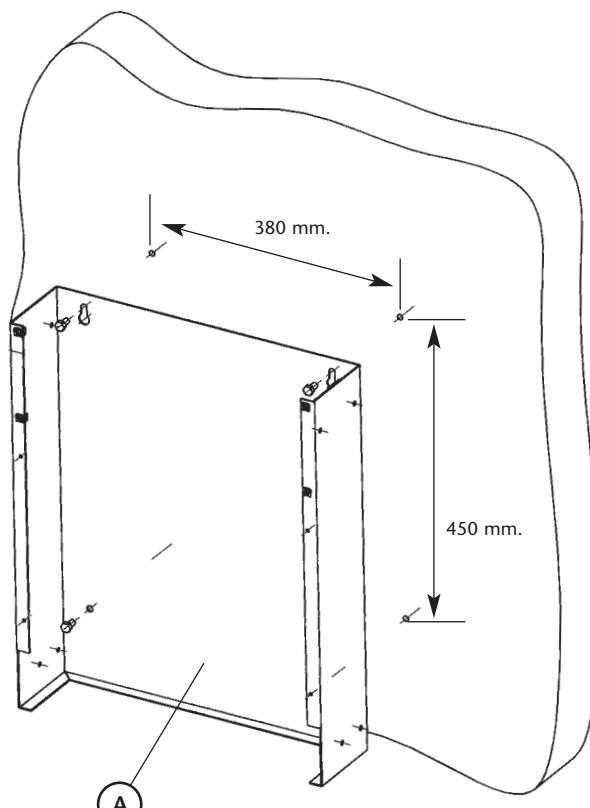

Fig. 2
1. Fix body A to the wall by using max. 8mm. Ø screws (not supplied). (See figure 2).
1. Den Körper (A) mit Schrauben von max. 8mm Durchmesser (nicht im Lieferumfang enthalten) an der Wand befestigen (Bild 2).
- 1 Installer le corps de la console (A) sur le mur à l'aide de vis Ø 8 mm maxi (non fournies) tel qu'il est indiqué sur la figure 2.